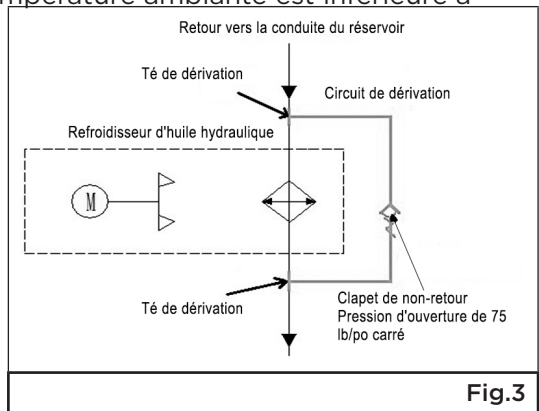

Fig.3
8. Installez un circuit de dérivation pour éviter d'endommager le refroidisseur d'huile si la température ambiante est inférieure à 40 °F (4,4 °C). À basse température, l'huile s'épaissit et pourrait provoquer un bris en raison de la contrepression produite au moment où l'huile est entraînée dans les petits passages du refroidisseur. Veuillez installer le circuit de dérivation de la façon décrite à la fig. 3.